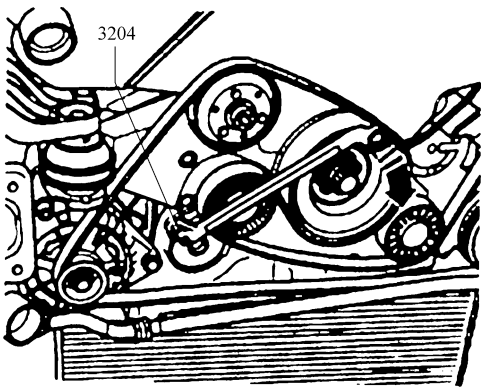

图 1-24 拆卸附件传动带
- 5) 使用套筒扳手，顺时针转动附件传动带张紧器，使传动带张力释放，拆下附件传动带，如图 1-24 所示。